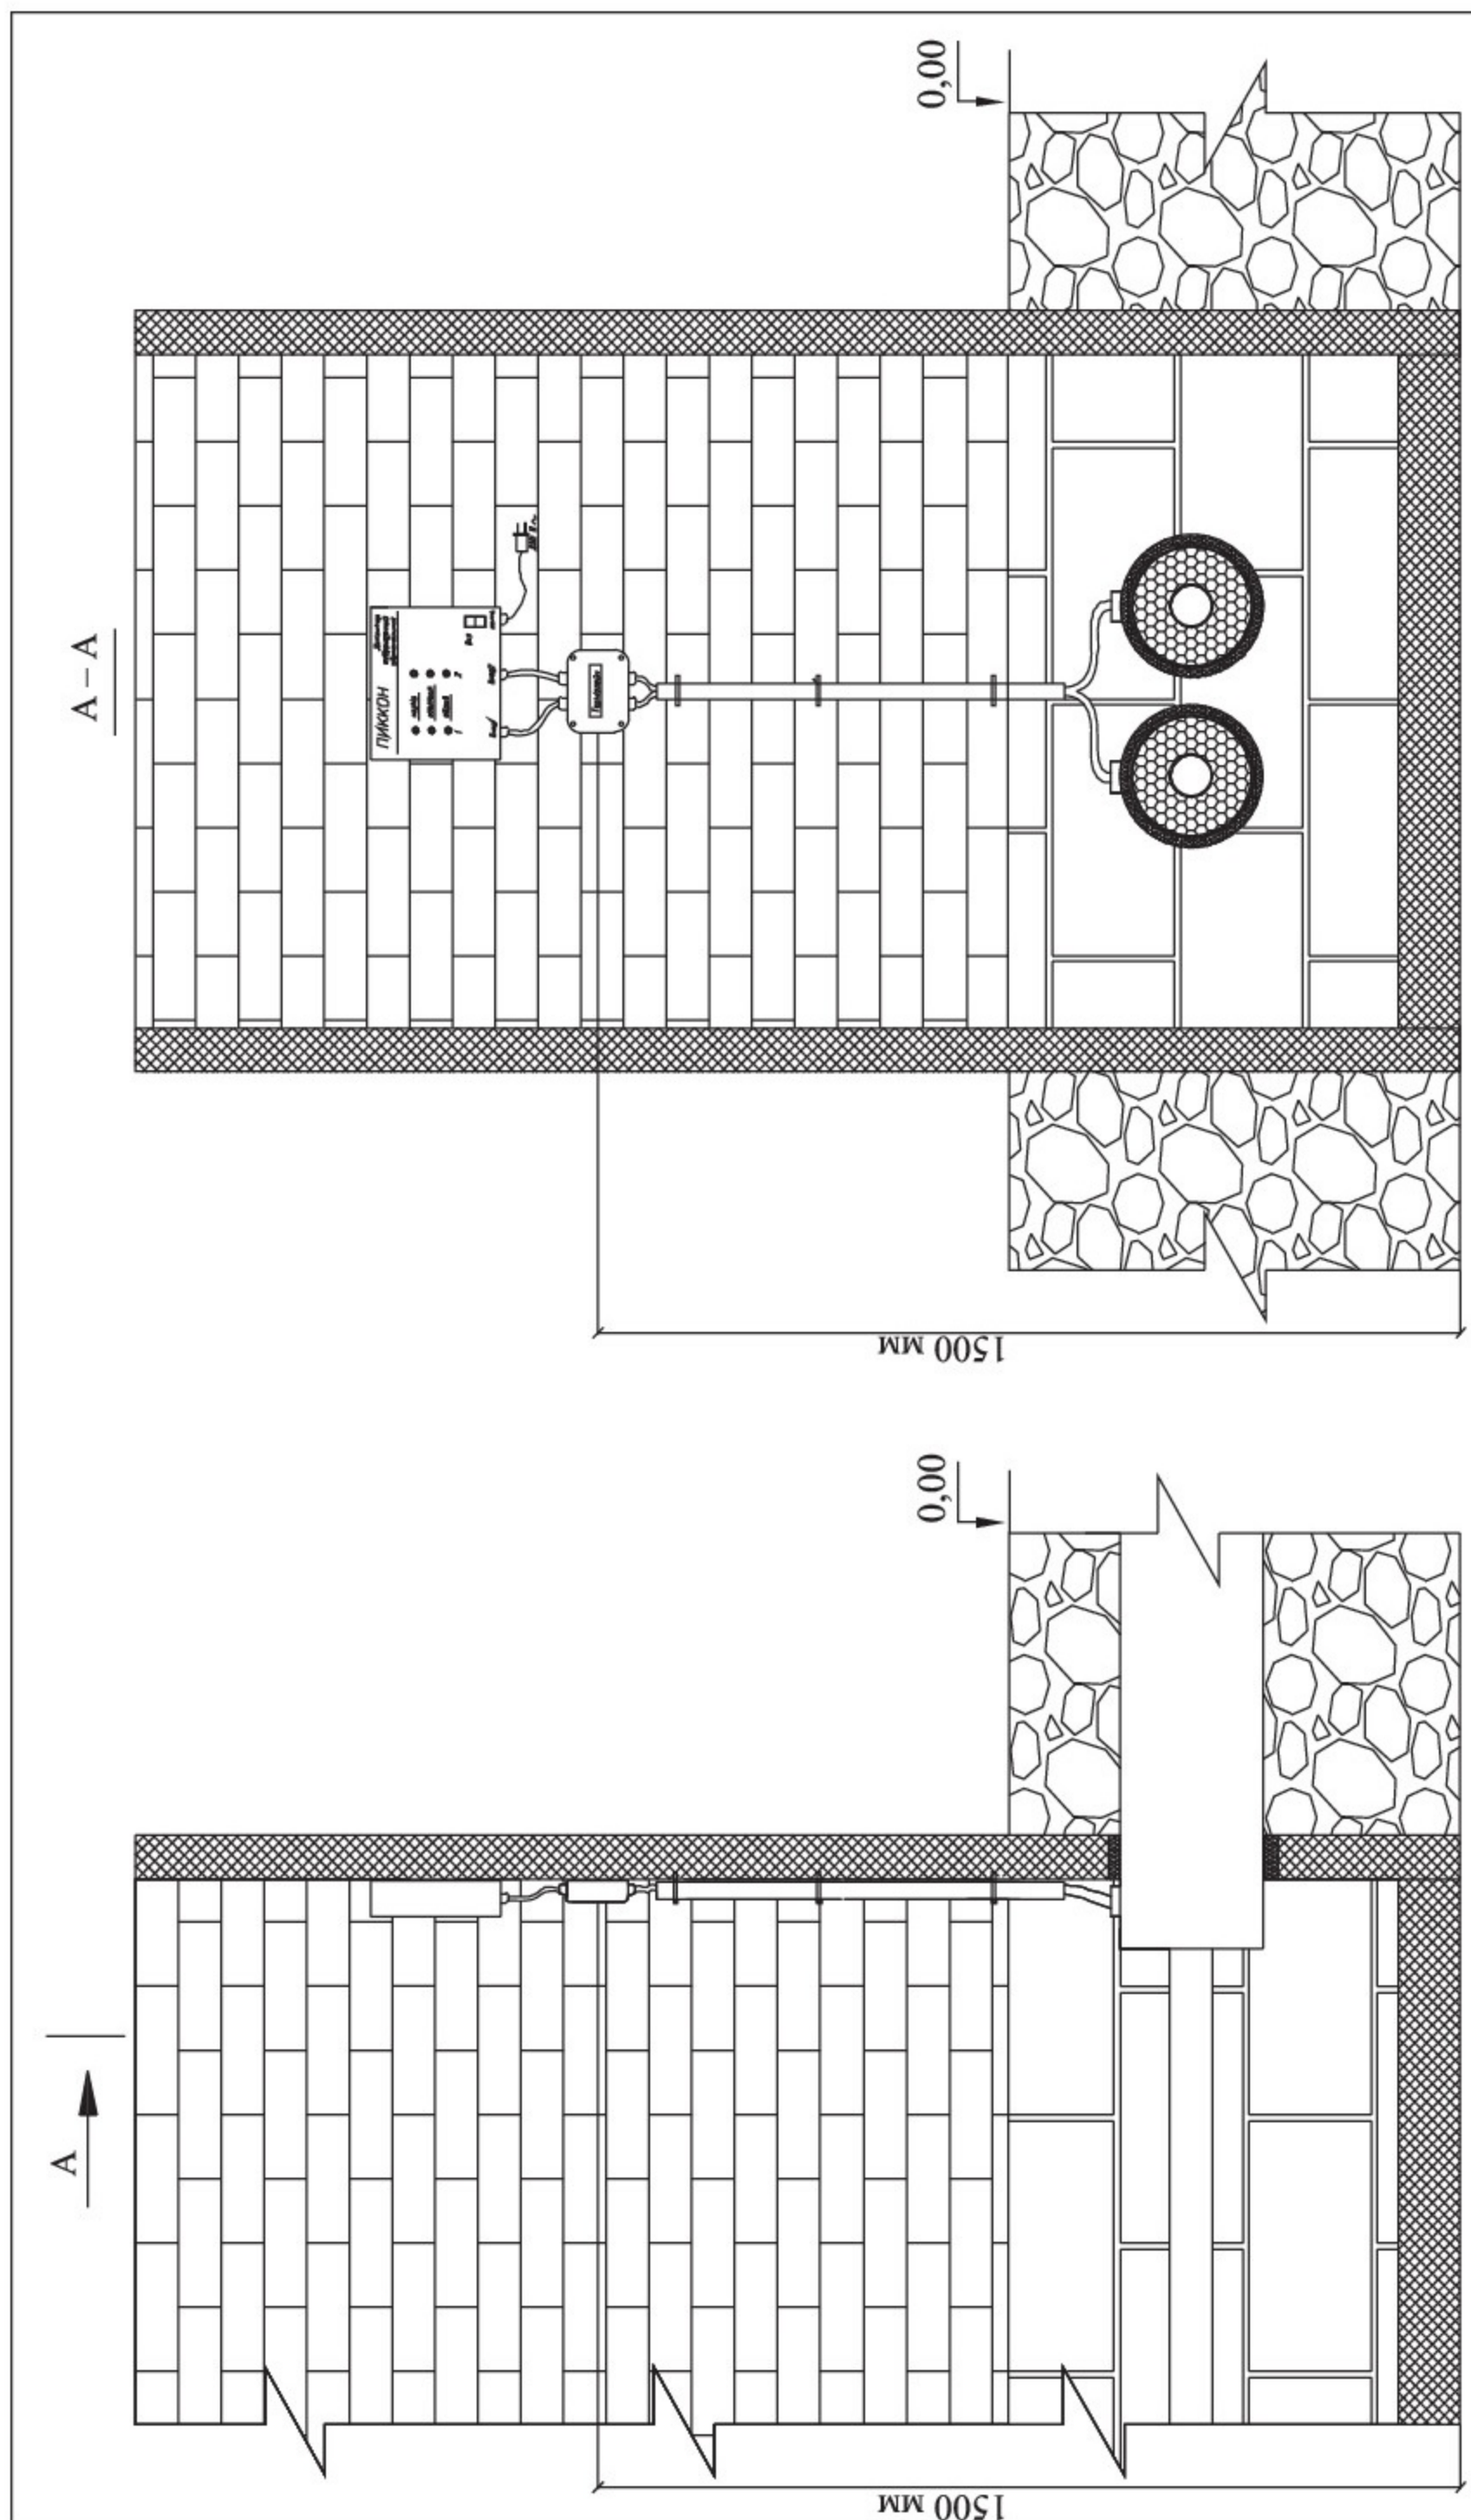

Рис. 11 Установка терминала на стене здания
11. При установке терминала внутри помещения (**Рис. 11**), просверлить в стене здания два отверстия (диаметром 6 мм и глубиной 30 мм) на уровне предполагаемого крепления терминала (Н ~ 1,5 метра от пола).